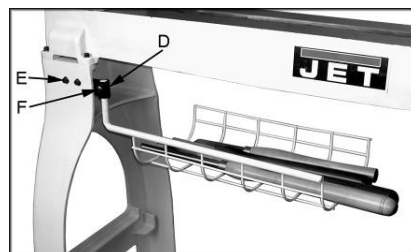

Fig 2
Monter les fixations (D, Fig 2) sur le pied gauche au moyen des 2 vis (E), des rondelles et des écrous.